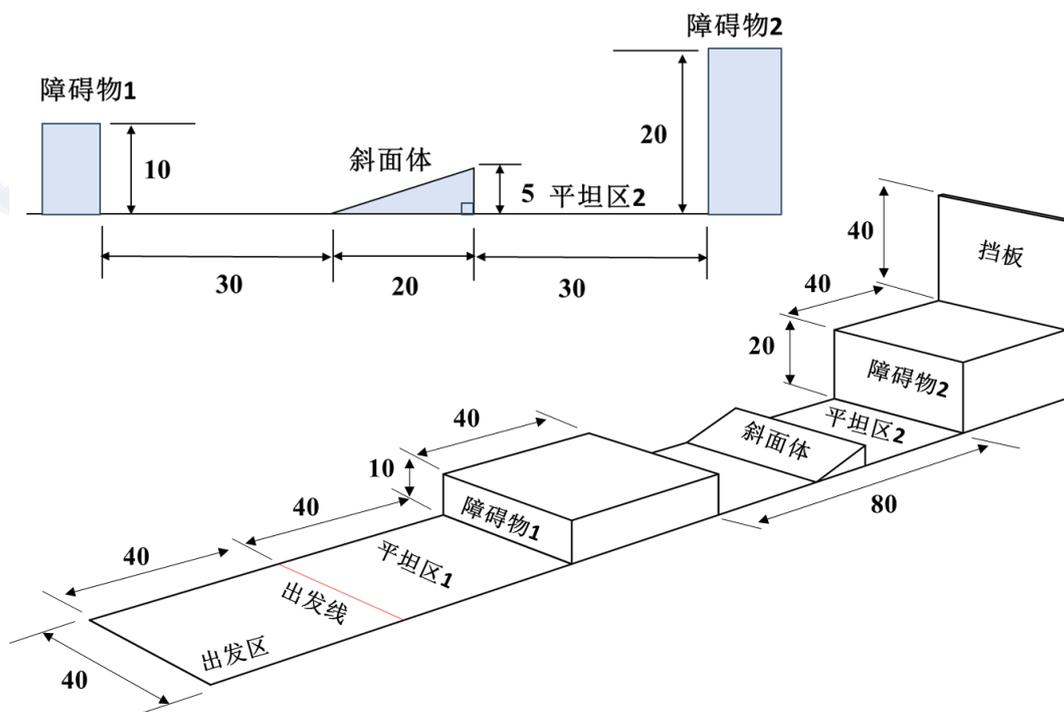

图4 复赛赛道立体及局部示意图
- 1) 平坦区 2 的中间增加一个固定的松木材质斜面体(如图 4 所示),长 40cm,宽 20cm,高 5cm; 斜面体表面不贴纸张。